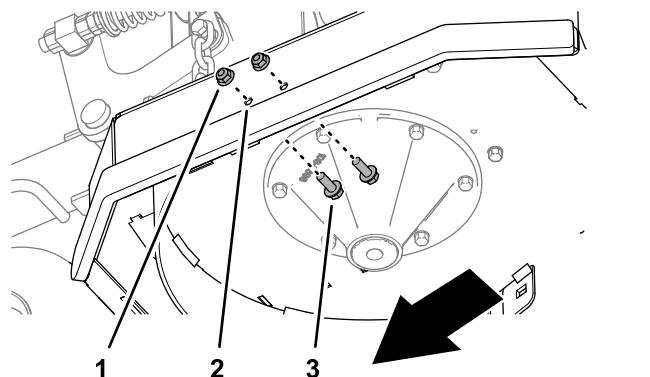

Figura 12
2. Montate 2 viti a testa cilindrica flangiata ($\frac{3}{8}$ " x 1") nei fori da 10 mm nel piatto di taglio (Figura 12) e fissate le viti a testa cilindrica con 2 dadi di bloccaggio flangiati ($\frac{3}{8}$ ") rimossi al passaggio 1.